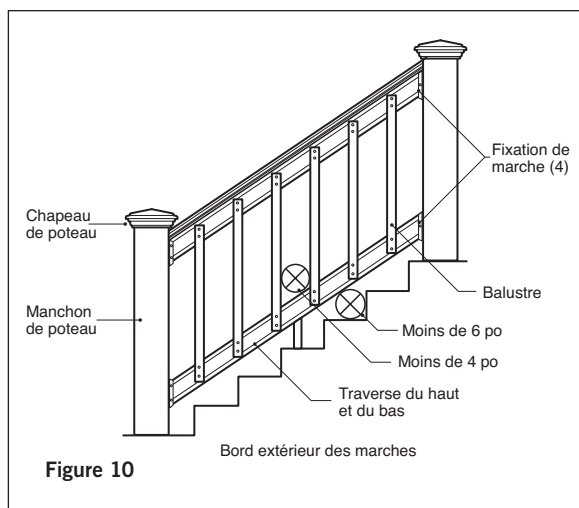

Figure 10
Étape 6 : Placez la traverse du bas entre les poteaux et le centre. Vérifiez les exigences du code de la construction pour l'espacement maximum sur un escalier, typiquement moins que 6 po. Une bille de 6 po ne peut pas passer par le triangle formé par la traverse du bas, le filet et la tige (**figure 10**). Marquez la position de la fixation sur les deux poteaux. Retirez la traverse. Marquez les emplacements des vis et pré-percez à travers le manchon du poteau en utilisant seulement un foret de 1/4 po. Installez chaque fixation au poteau avec deux longues vis de 2 po.
Étape 10 Balustres Traditionnel, Baroque et Arc : Placez un balustre sur les rails de centre-à-centre d'une des positions marquées (4 1/2 po de centre-à-centre ou 7 1/2 po de centre-à-centre pour le verre). Assurez-vous que le balustre est à niveau. Utilisez le balustre comme guide, percez des trous de 9/64 po dans les traverses du haut et du bas. Percez et attachez le balustre avec les vis fournies. Utilisez un bloc d'espacement 2x4 pour l'écart avec le balustre suivant. Percez et fixez chaque balustre sur les traverses du haut et du bas avec les vis fournies. Utilisez une paire de pinces pour garder le balustre en place tout en attachant facilitera cette étape (**figure 10**).